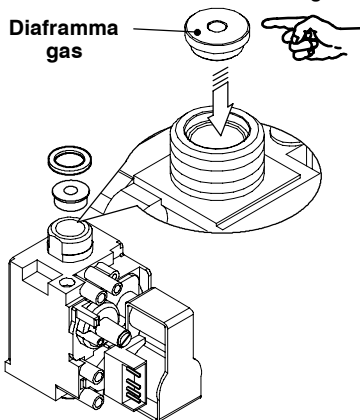

fig. 8.3
- 6 Eseguire la trasformazione del tipo di gas sostituendo correttamente il diaframma gas fig. 8.3